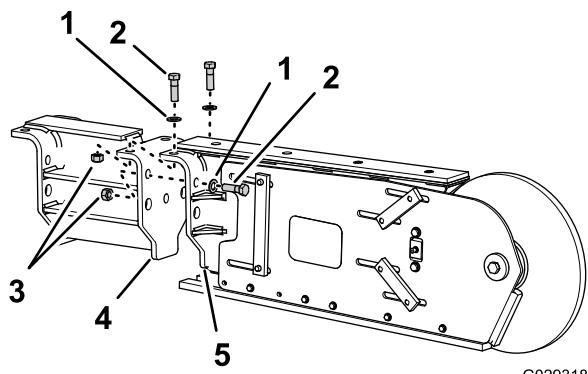

Figure 4
1. Alignez les trous de l'extension et ceux de l'élinde, comme montré à la Figure 4.
verticaux de la plaque de montage de l'extension et de la plaque de montage de l'élinde à roche (Figure 4).
- Montez les 2 boulons (3/4 x 2-1/2 po), les 2 rondelles (3/4 po) et les 2 contre-écrous (3/4 po) dans les trous horizontaux de la plaque de montage de l'extension et de la plaque de montage de l'élinde à roche (Figure 4).
- Montez les 2 boulons (1 x 2-1/2 po), les 4 rondelles (1 po) et les 2 contre-écrous (1 po) dans les trous horizontaux de la plaque de montage de l'extension et de la plaque de montage de l'élinde à roche (Figure 4).